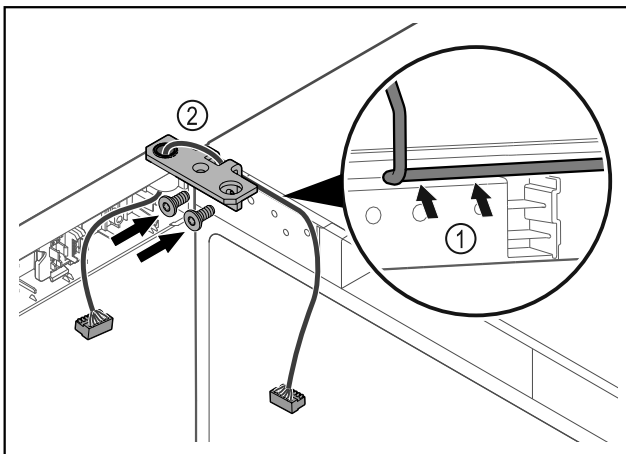

Fig. 58
- ▶ Ved'te kabel skrz vybrání úhelníku závěsu a opatrně jej položte Fig. 58 (1).
- ▶ Našroubujte úhelník závěsu Fig. 58 (2).